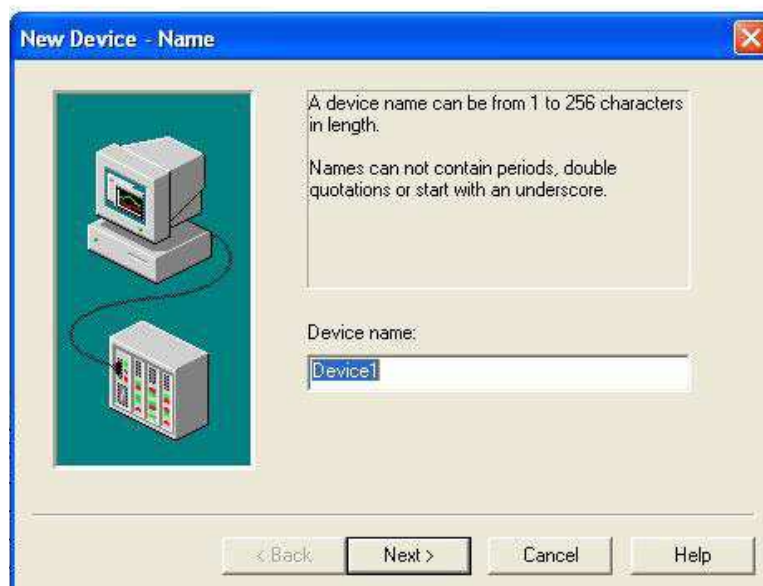

Рис. 6
2.4 В появившемся окне нужно добавить новое устройство и ввести его имя (Рис. 6):